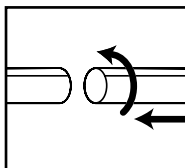

FIGURA 11
15. Acople las varillas de extensión al extremo del accesorio de la manguera. Tuerca ligeramente para apretar la conexión. **FIGURA 11.**